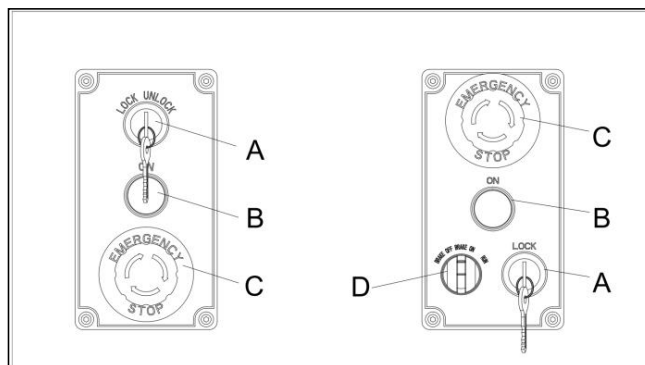

Abb. 17
Siehe Abbildung 17.
7.1.2 Bremssmotor Siehe Abbildung 17.